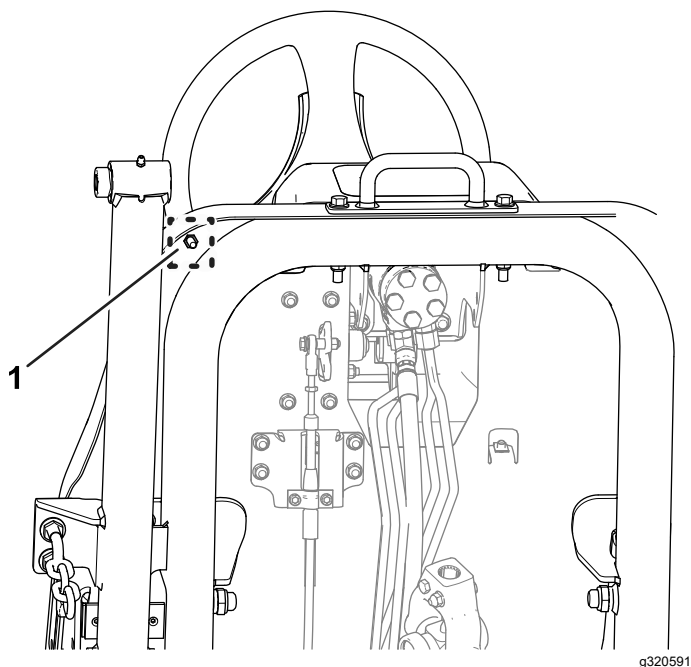

Рисунок 82
- В. Ослабьте контргайку в нижней части подножной пластины (Рисунок 82).
- F. Удерживая упор педали хода, затяните контргайку в нижней части подножной пластины (Рисунок 81 и Рисунок 82) с моментом от 37 до 45 Н·м.